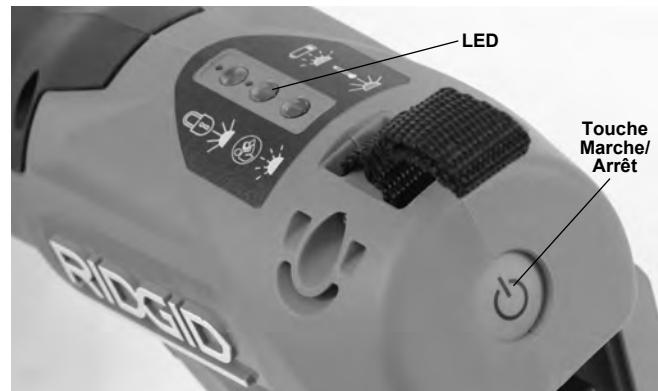

Figure 2 – Ecran diagnostic LED
6. Avec les mains sèches, montez un bloc-piles entièrement rechargeé sur la pince multifonction. Appuyez sur la touche marche/arrêt (*Figure 2*) pour mettre la pince en marche. Les trois LED clignoteront une fois. Ensuite, le LED vert devrait rester allumé pour indiquer que l'appareil est prêt à fonctionner (se reporter aux Codes de diagnostic de la *Figure 7* pour les autres indications de fonctionnement applicables). La pince multifonction s'éteindra automatiquement au bout de 150 secondes d'inactivité. Pour réactiver l'appareil, il sera nécessaire d'appuyer à nouveau sur la touche Marche/Arrêt.